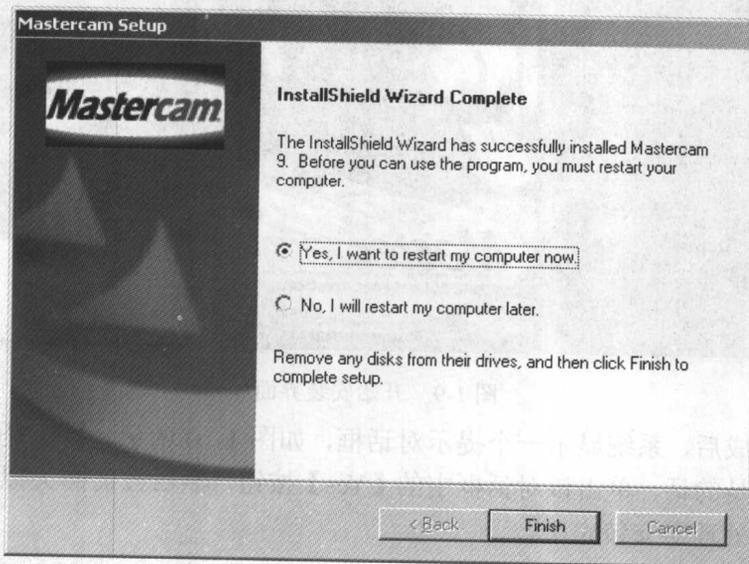

图 1-12 安装结束对话框
12. 系统显示安装结束对话框，如图 1-12 所示。单击【Finish】按钮，完成 Mastercam 9.0 的安装。